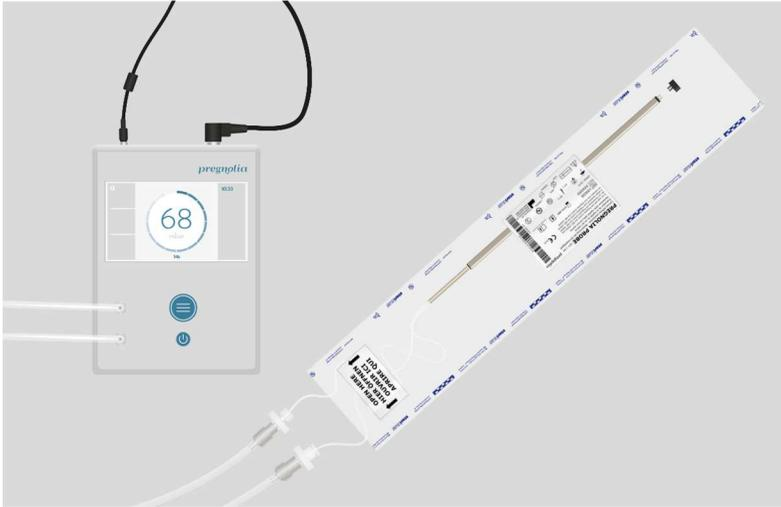

ABBILDUNG 15: Schritt 3. Verbinden Sie die Filter mit dem Verbindungsschlauch, während Sie die Sonde noch im Sterilbeutel lassen.
- 3) Verbinden Sie den *Verbindungsschlauch* mit den freiliegenden *Filtern* der *Sonde*, ohne die *Sonde* aus dem *Sterilbeutel* zu entfernen (ABBILDUNG 15).